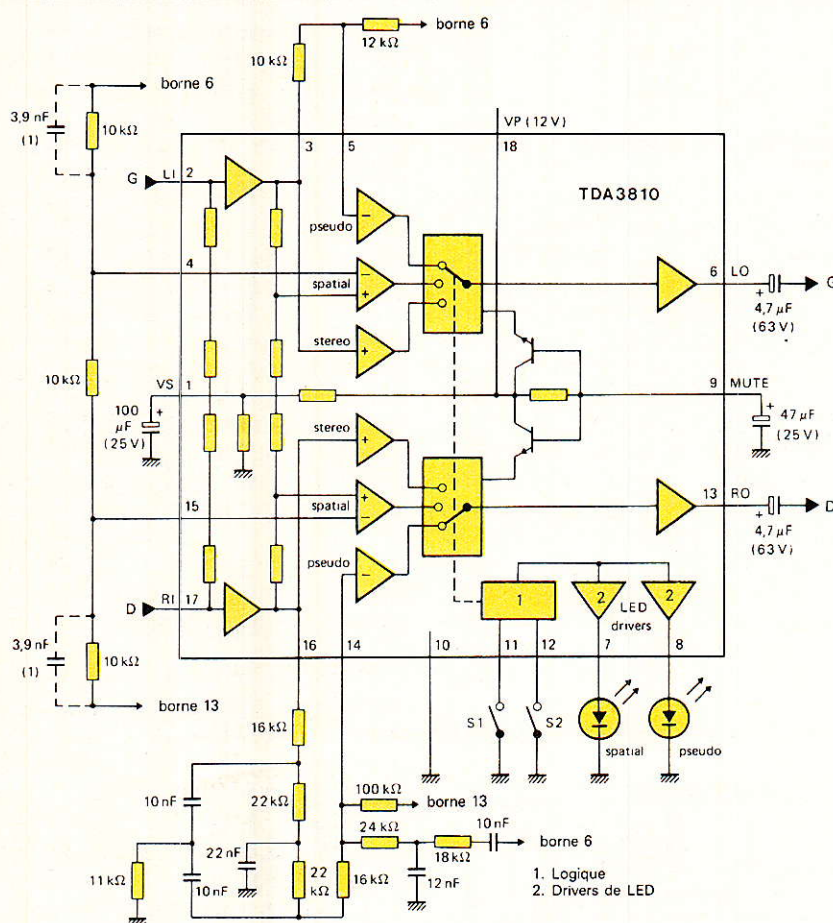

Figure 4 - Schéma de principe du trqueur RTC TDA 3810 toutes options.
C'est le seul qui marche, bien qu'il en existe un autre dans la documentation du TDA 3810. On le voit en **figure 4** assez clairement, ce n'est pas vraiment clair.
Au point 180°, les voies D et G sortent des tensions en opposition de phase totale, et ceci s'opère vers 750 Hz (environ) avec les valeurs du schéma de la **figure 4**. Le condensateur de 12 nF permet simplement de déplacer ce point vers 700 Hz (environ) avec 15 nF en lieu et place.
Sur le schéma de la **figure 4** apparaissent des condensateurs de correction de l'aigu pour le mode « spatial » qui sont en pointillé avec mention (1). Notre circuit improvisé se voulant universel les a prévus, mais nos essais montrent que s'ils sont placés ($3,9 \text{ nF} = 3,3 \text{ nF} + 680 \text{ pF}$) et bons pour la stéréo spatiale, ils font **osciller** la stéréo normale...